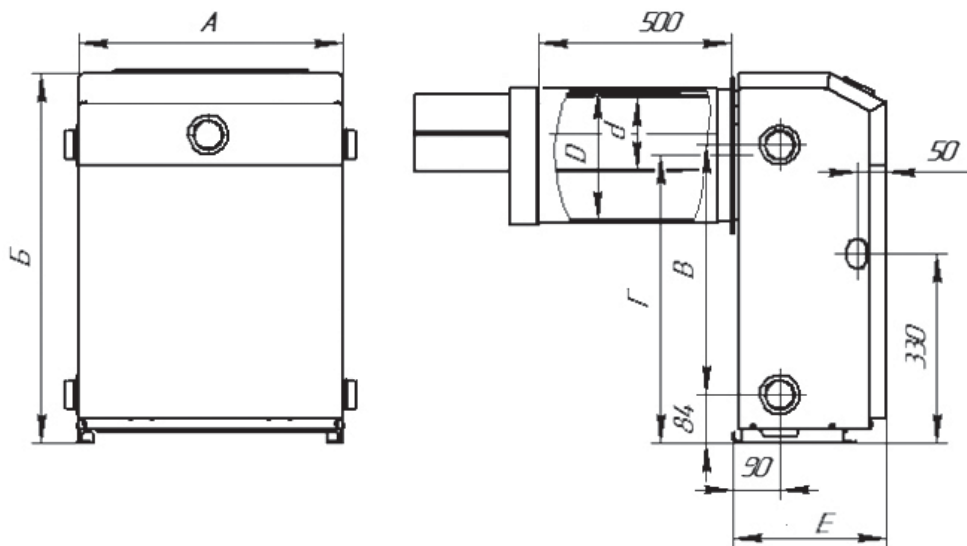

Рисунок 1 - Общий вид, габаритные и присоединительные размеры котлов
6.1. Общий вид котлов и габаритные размеры представлены на рис.1. Котлы изготавливаются с газовыми блоками EUROSIT 630 (см. рис.2).